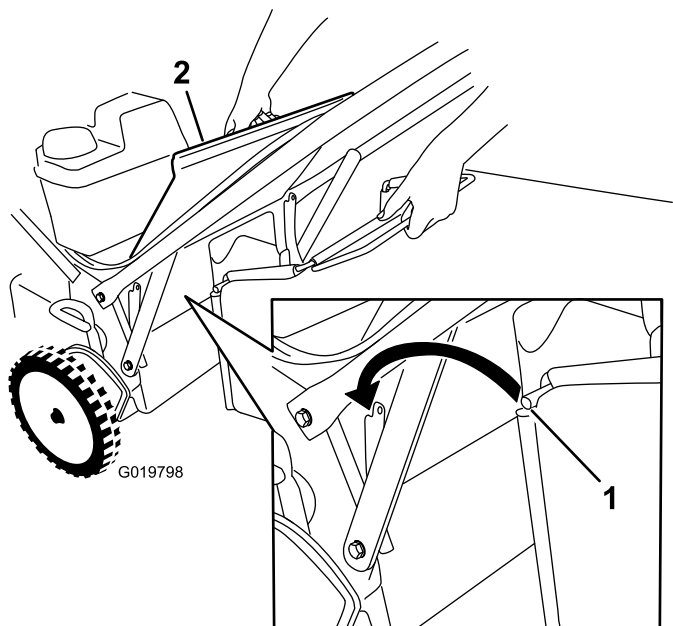

Рисунок 23
1. Поднимите и удерживайте задний дефлектор (Рисунок 23).
3. Вставьте штангу мешка в выемки в основании рукоятки и покачиванием мешка из стороны в сторону убедитесь в том, что штанга находится в нижней части обеих выемок; см. Рисунок 23.